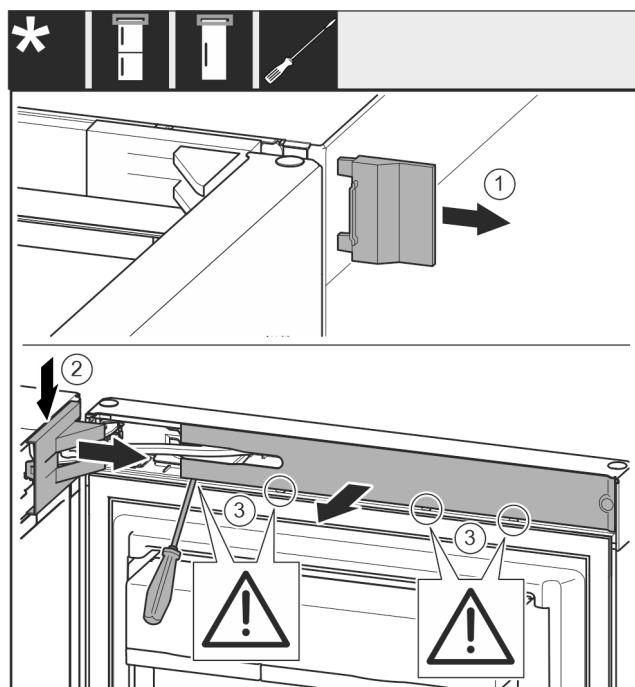

Fig. 8
- Sejměte kryt Fig. 8 (1).
- Odjistěte a uvolněte kryt stojanu ložiska Fig. 8 (2).
- Sejměte kryt stojanu ložiska Fig. 8 (2).
- Plochým šroubovákem vyjměte zálepku Fig. 8 (3) a otočte ji ke straně.